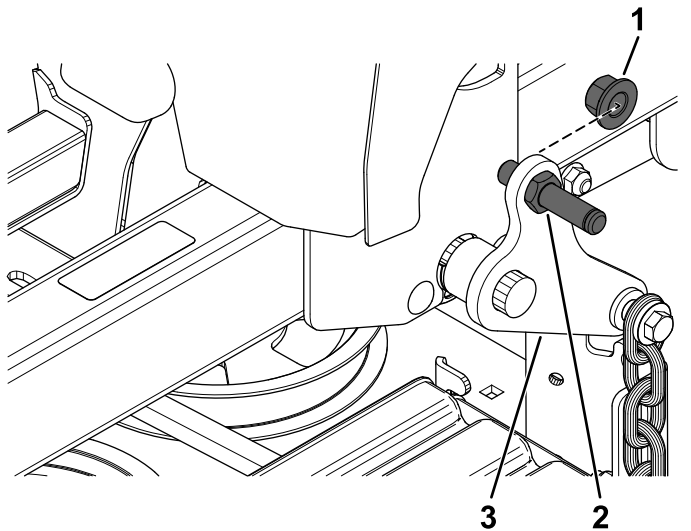

図 9
1. ピボットピンを、後側デッキ昇降アームに取り付けるロックナット1/2"を使用して図9のように取り付ける。